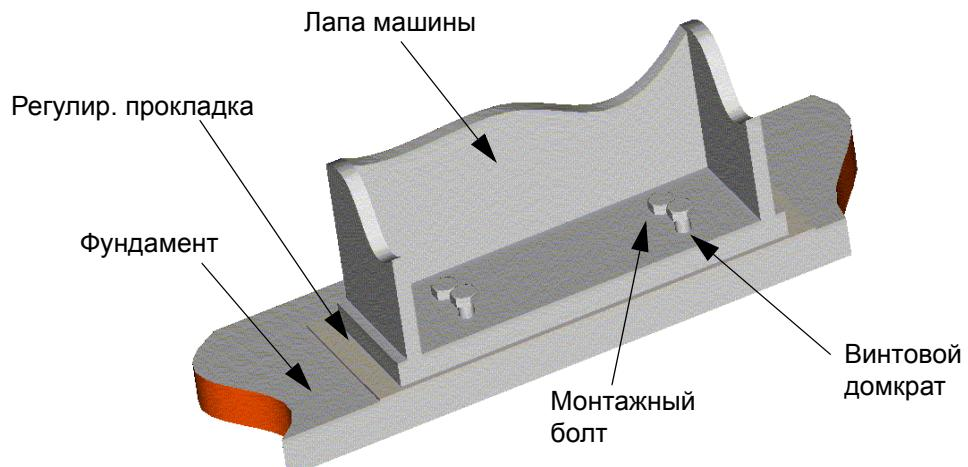

Рисунок 3-3 Вертикальное положение лапы машины
Для облегчения выравнивания и установки регулировочных прокладок, винтовые домкраты установлены в лапе машины, см. Рисунок 3-3 Вертикальное положение лапы машины. Машина остается стоять на винтовых домкратах. Следует отметить, что машина должна стоять на всех четырех лапах (домкратах) на ровной параллели в пределах 0,1 мм (4,0 мила) или лучше. Если показатели не соответствуют, корпус машины может искривиться или изогнуться, что может привести к повреждению подшипника или другим неисправностям.
5. Вертикальное выравнивание производится подкручиванием винтовых домкратов или подъемом гидравлических домкратов. Для упрощения вертикальной регулировки винтовые домкраты устанавливаются в лапах горизонтально установленной машины, см. *Рисунок 3-3 Вертикальное положение лапы машины*. На точность регулировки выравнивания машины иногда влияет тепловое расширение корпуса, см. главе 3.6.4 Корректировка теплового расширения